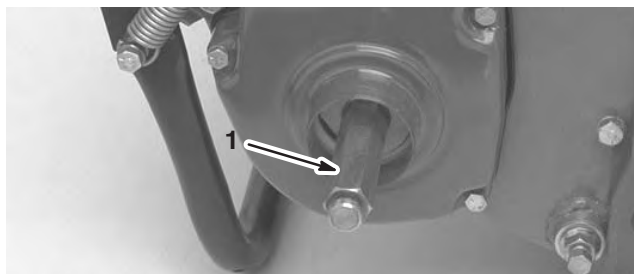

Figure 4
- Vissez l'arbre de la roue droite sur la poulie d'entraînement du côté droit de la machine (Fig. 4).